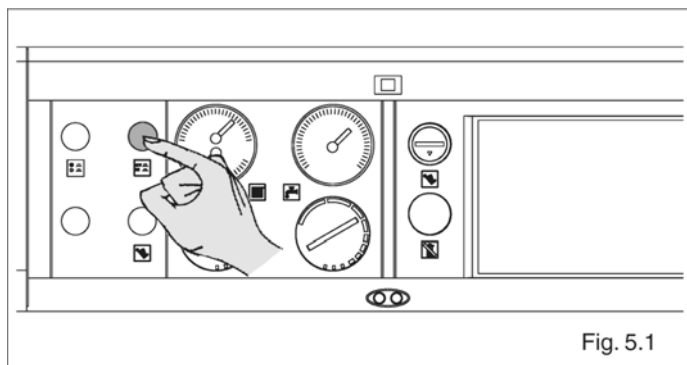

Fig. 5.1
- нажмите главный выключатель на панели управления и убедитесь в том, что погас зеленый световой индикатор (рис. 5.1).